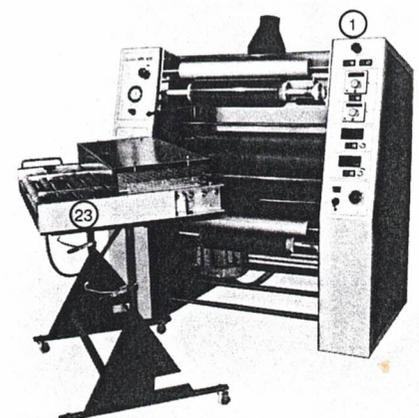
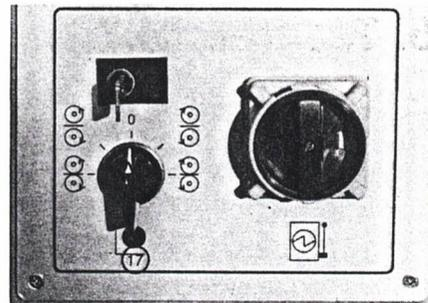

Abb. 2
Abb. 3
Der Einrichtebetrieb, d. h. Auflegen der Resistrollen, kann nur bei herausgefahrenem Einlauftisch vorgenommen werden (Abb. 2). Aus Sicherheitsgründen ist dieses nur mittels Schlüsselschalter durch den Key Operator möglich. Hierdurch wird der Sicherheitsschalter überbrückt, das Schalten der Betriebsart „Plattentransport“ ist jedoch gesperrt. Das Einrichten selbst erfolgt über einen Knebelschalter 17 (Abb. 3), der die 4 Funktionen
- Einlegen der Resists und Aufwickeln der Deckfolien z. B. für beidseitiges Laminieren: Dazu Einlauftisch (Abb. 12) mit den Spann-Hebeln 24 (Abb. 13) unterhalb des Tisches entriegeln und den Tisch herausfahren (Abb. 2). Über einen Sicherheitsschalter ist der reguläre Betriebszustand jetzt gesperrt.